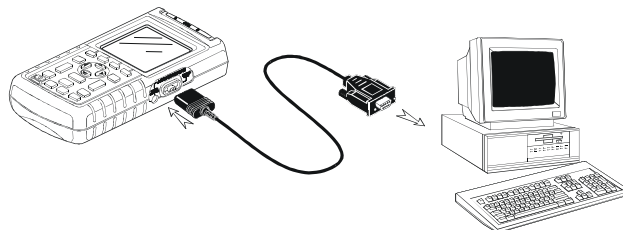

Figura 1-24. Collegamento al Computer
- Usare il Cavo/Adattatore per RS-232 (PM9080) otticamente isolato per collegare un computer alla PORTA OTTICA dello strumento. Vedi Figura 1-24.